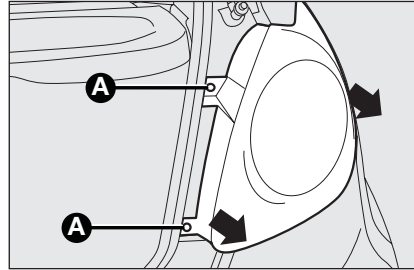

Abb. 19
- ☐ Die beiden Befestigungsschrauben **A-Abb. 19** lösen und die Rückleuchte gerade und ohne verdrehen herausziehen.